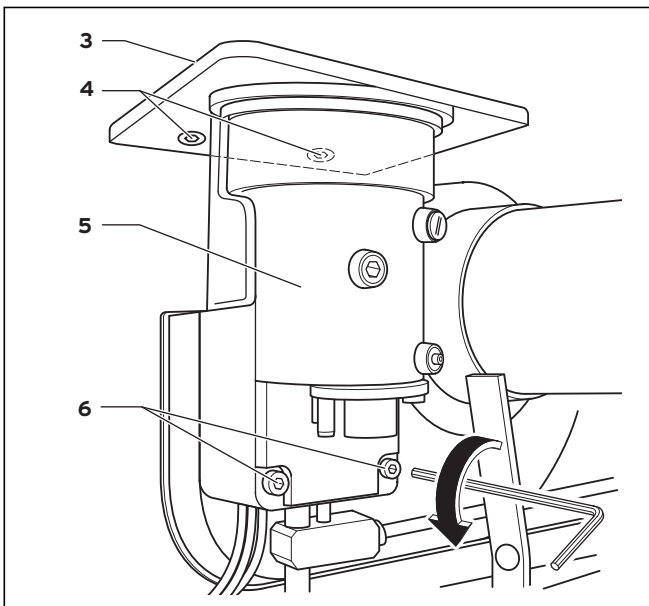

Fig. 8.4 Retrait du boîtier de la rampe
- Retirez la cornière supportant le système électronique supplémentaire (1) du boîtier de la rampe (5) (voir Fig. 8.4) en desserrant la vis (2).